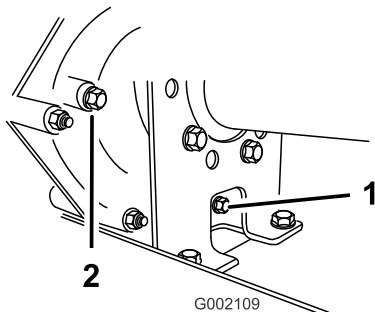
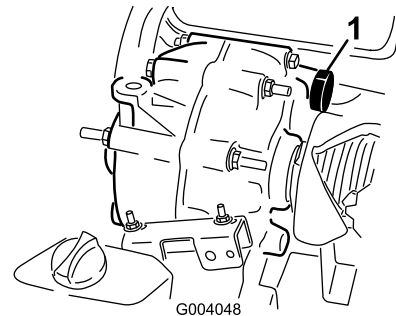

Bild 50
Bild 51
2. Reinigen Sie den Bereich um die Füll- und Ablassschraube mit einem Lappen (Bild 50).
4. Drehen Sie die Füllschraube nach links, um sie zu entfernen (Bild 50).
5. Drehen Sie die Ablassschraube nach links, um sie zu entfernen (Bild 50).
6. Setzen Sie die Ablassschraube und Dichtung in das Ablassschraubenloch am Getriebe ein und ziehen sie an (Bild 50).
7. Füllen Sie den Behälter (Bild 51) über die Einfüllöffnung mit ca. 1,4 l Öl der angegebenen Ölsorte oder bis der Ölstand im Getriebe die Unterseite des Gewindes erreicht. (Bild 50).
8. Setzen Sie die Füllschraube und Dichtung in das Füllschraubenloch am Getriebe ein und ziehen sie an (Bild 50).
10. Prüfen Sie den Ölstand und füllen mehr Öl ein, wenn der Ölstand unter dem Gewinde im Füllschraubenloch liegt (Bild 50).